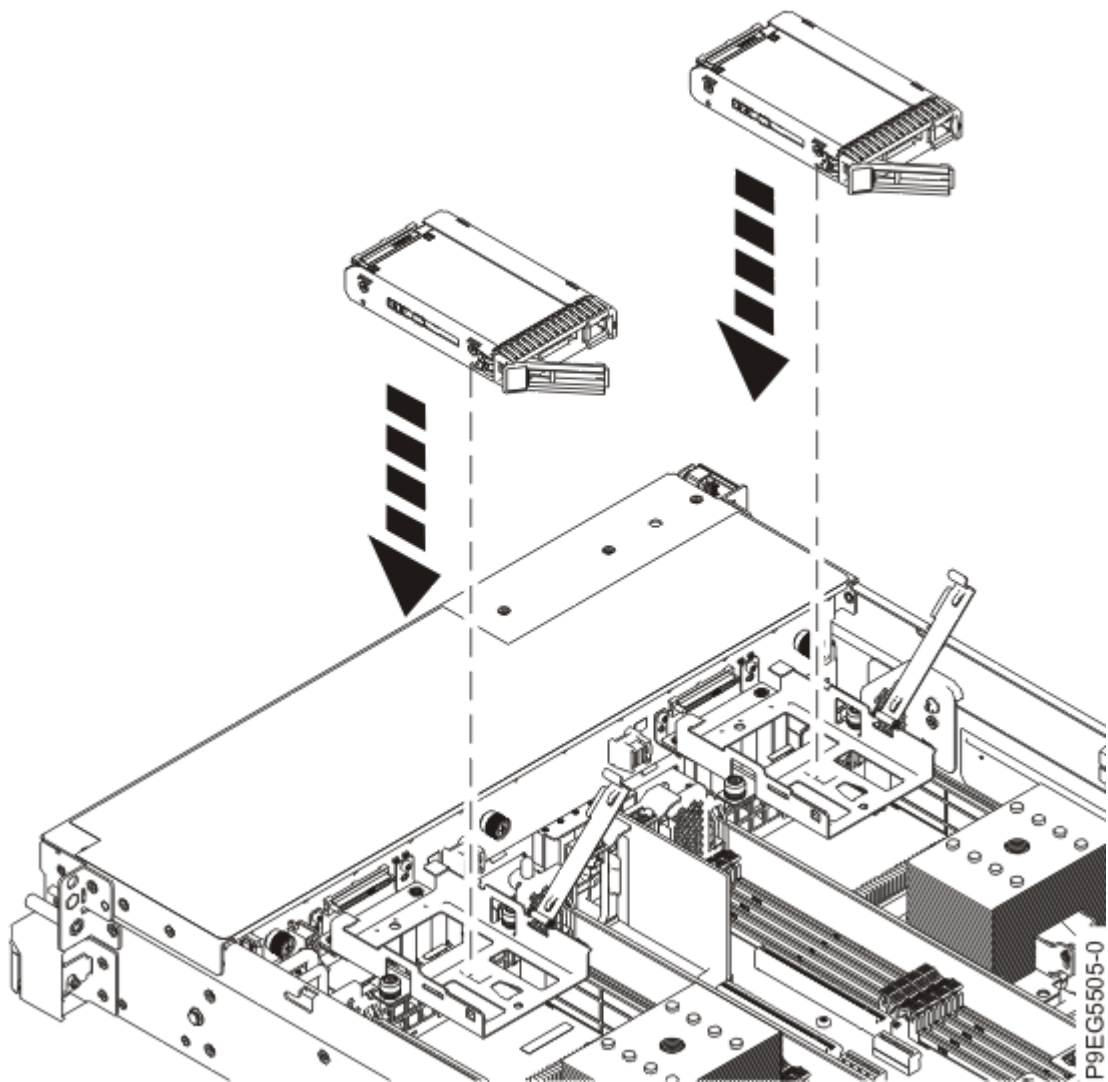

図 22. ドライブを下げてドライブ・トレイに入れる
- b) ドライブを下げて、ドライブ・トレイに入れます (24 ページの図 22 を参照)。